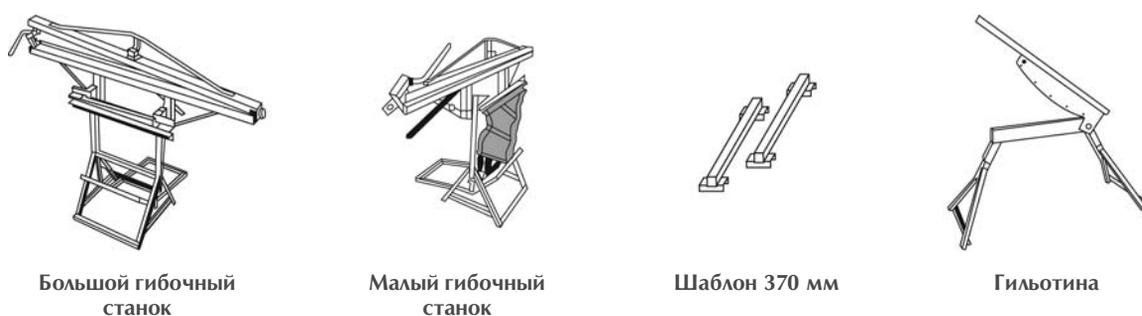

Рис. 4.2-2
* Применение специального инструмента (рис. 4.2-2) не является обязательным. Однако существенно сокращает время выполнения работ и повышает их качество.